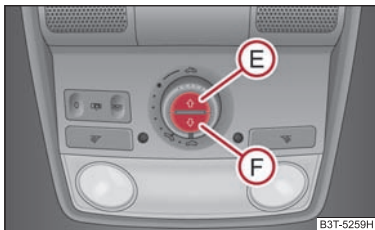

Fig. 44 Tastele pentru ruloul de protecție solară
Puteți închide, respectiv deschide separat ruloul de protecție solară cu ajutorul tastelor ⇒ fig. 44.
- Pentru deschidere completă apăsați scurt tasta **E** ⇒ fig. 44.
- Pentru închidere completă apăsați scurt tasta **F** ⇒ fig. 44.
Pentru inițializarea ruloului de protecție solară, apăsați comutatorul (F) ⇒ pagina 58, fig. 44 pentru circa 10 secunde.